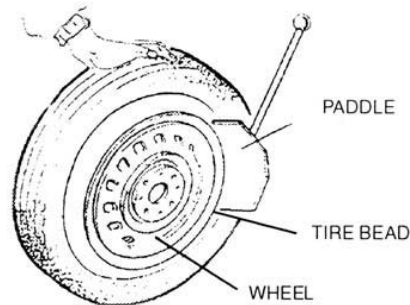

рис.5
1) **ВНИМАНИЕ:** Перед выполнением данного этапа полностью спустите воздух из шины, вывернув золотник, и уберите с колеса балансировочные грузы. 2) Полностью сведите кулачки на монтажном столе. 3) Отведите лопату отжима покрышки наружу вручную. Установите колесо напротив резинового буфера. Подведите лопату к покрышке на расстоянии 10 мм от края обода (см. рис. 5). 4) Нажмите педаль отжима до упора, для приведения в действие лопаты. Отпустите педаль, когда лопата переместится до конца своего хода или когда покрышка сместится во внутреннее углубление обода. 5) Немного поверните шину и повторите процедуру по всей окружности обода, пока покрышка не отойдет полностью от обода. 6) Повторите вышеописанное с другой стороной шины/колеса.